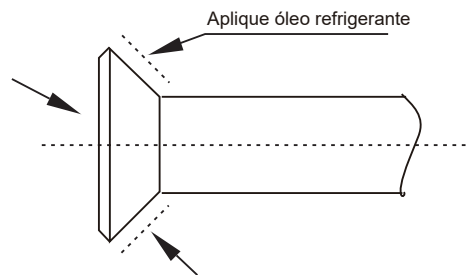

Figura 12
- Antes da tampa do flange ser instalada no flange do tubo, aplique um pouco de óleo refrigerante no flange (dentro e fora) e, em seguida, gire-o três ou quatro vezes antes de apertar a tampa. Consulte a Figura 12.